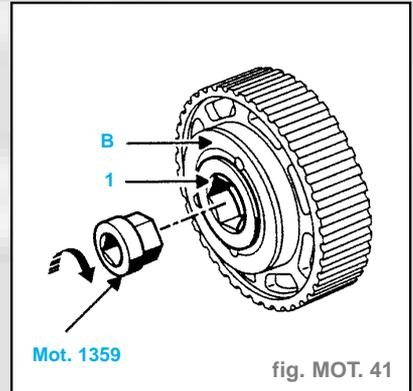

fig. MOT. 41
- Débloquer légèrement la vis (1) avec l'outil Mot. 1359 (ATTENTION : C'est un pas à gauche) de manière à libérer le flasque (B) en rotation (fig. MOT. 41).
- Serrer la vis (1), Mot. 1359 à 2 daN.m (pas à gauche) fig. MOT. 41).
- Serrer la vis (1) à 9 daN.m, outil Mot. 1359 (fig. MOT. 41).